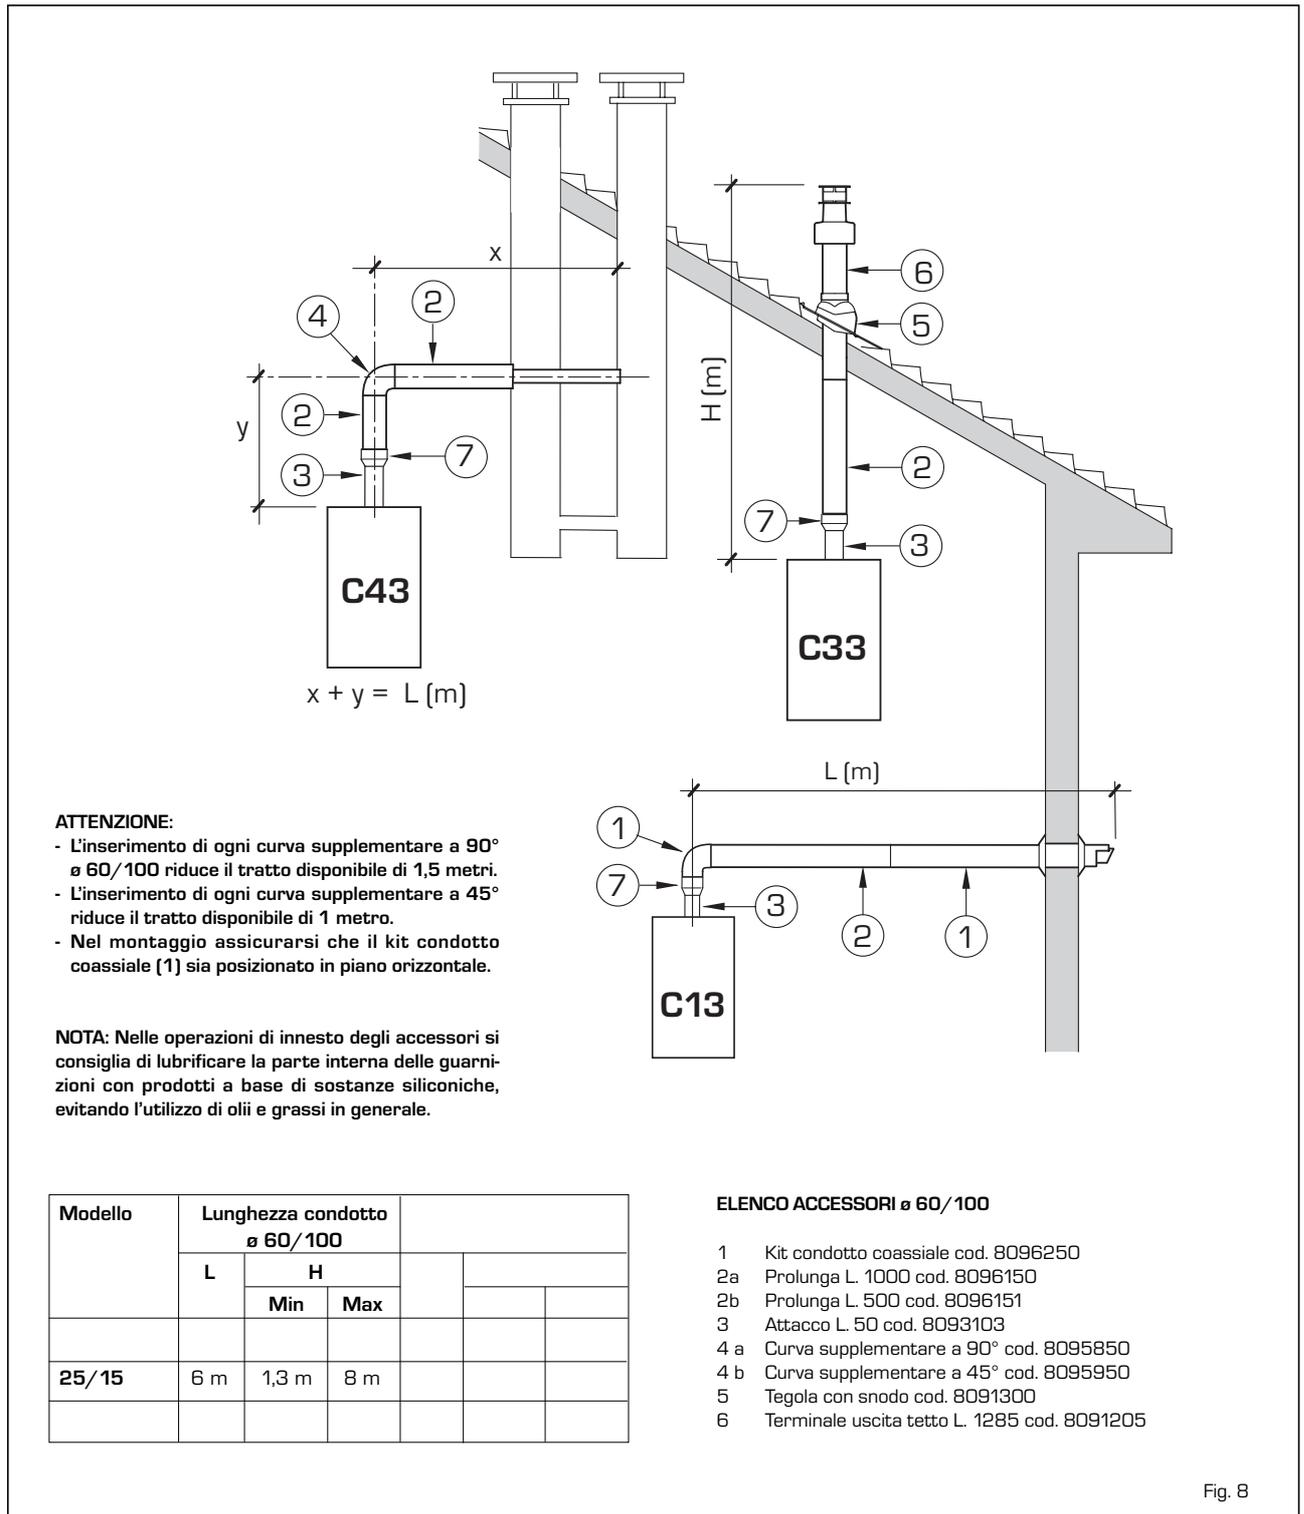

Fig. 8
2.7 INSTALLAZIONE CON CONDOTTO COASSIALE TIPO C (fig. 8)
ø 60/100 vengono forniti in un kit a richiesta corredato di foglio istruzioni per il montaggio. Gli schemi di fig. 8 illustrano alcuni esempi dei diversi tipi di modalità di scarico permessi e le lunghezze massime raggiungibili.